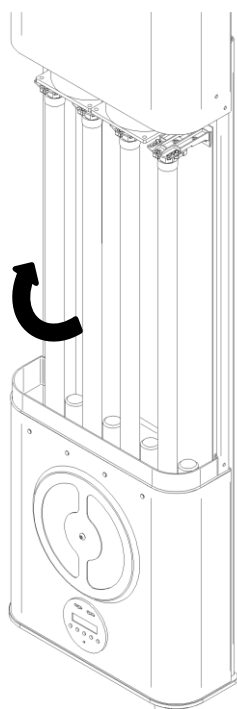

Fig.12
5. Ora è possibile sostituire le lampade, per procedere afferrare delicatamente la lampada e **ruotarla di 90°**, sino a sentire un **doppio "CLIC"**, a questo punto sarà possibile estrarla. Ripetere l'operazione per tutte e 4 le lampade. (Fig. 12)